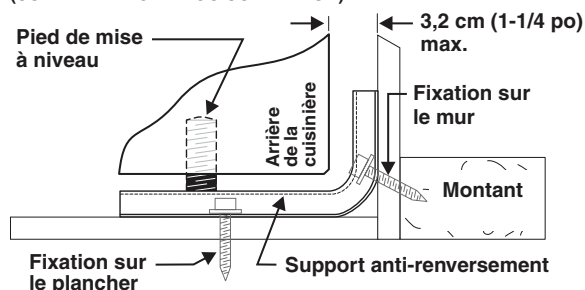
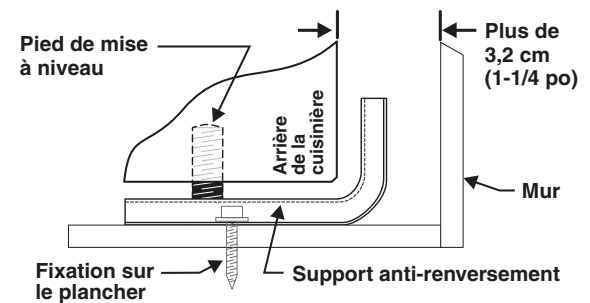

Fig. 4
Fig. 5
- Installation du support à l'aide du gabarit** (le support peut être installé sur le côté gauche ou sur le côté droit de la cuisinière. Reportez-vous aux Figures 4, 5 et 7 pour l'installation du support si aucun gabarit n'est fourni).
Pour effectuer le montage sur le mur (Fig. 4), installez le support en plaçant le bord arrière du gabarit contre le mur qui se trouve à l'arrière de la cuisinière et le bord latéral du gabarit sur la marque servant de repère pour l'emplacement du côté de la cuisinière. Placez le support sur le dessus du gabarit et faites des marques sur le mur pour indiquer à quel endroit seront insérées les vis. Si l'arrière de la cuisinière se trouve à plus de 3,2 cm (1-1/4 po) du mur lorsqu'elle est installée, fixez le support au plancher (voir Fig. 5).